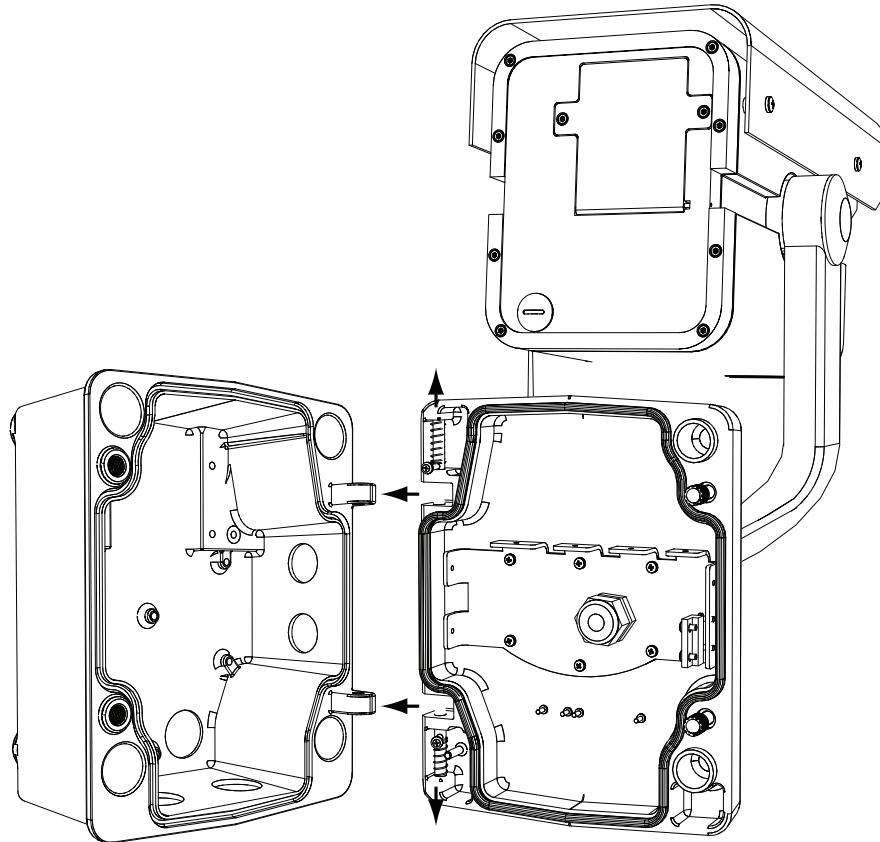

图 4.2 摄像机分线盒铰链对准
3. 剪断并整理所有导线，注意留出足够的导线长度以连接到电源盒中各自的连接器端子，但不要过长。参见上面的 *图 4.2, 页面 14*，了解连接器位置。
3. 在保持顶部铰链打开的同时，将摄像机吊装臂顶部和底部的铰链与分线盒上的接合点对准。有关图示，请参见上面的图 4.2。